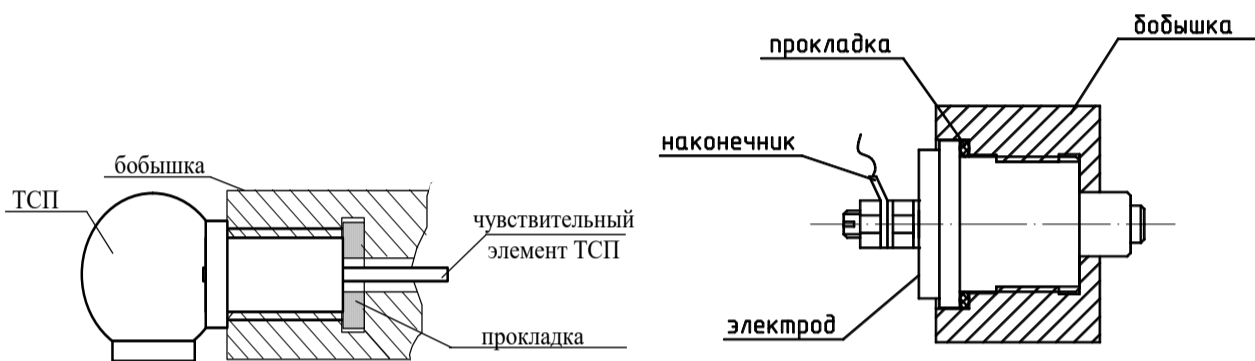

Рисунок 9
Рисунок 9а
2.1.4.2 Тройник поз. 5 и кран К3 (см. рисунок 9а) служат для быстрого замещения измеряемой среды в измерительном канале спиртомера при ее замене на другую. В процессе работы спиртомера кран К3 должен быть закрыт. Для быстрого замещения жидкости закрывают К2 и открывают К3.